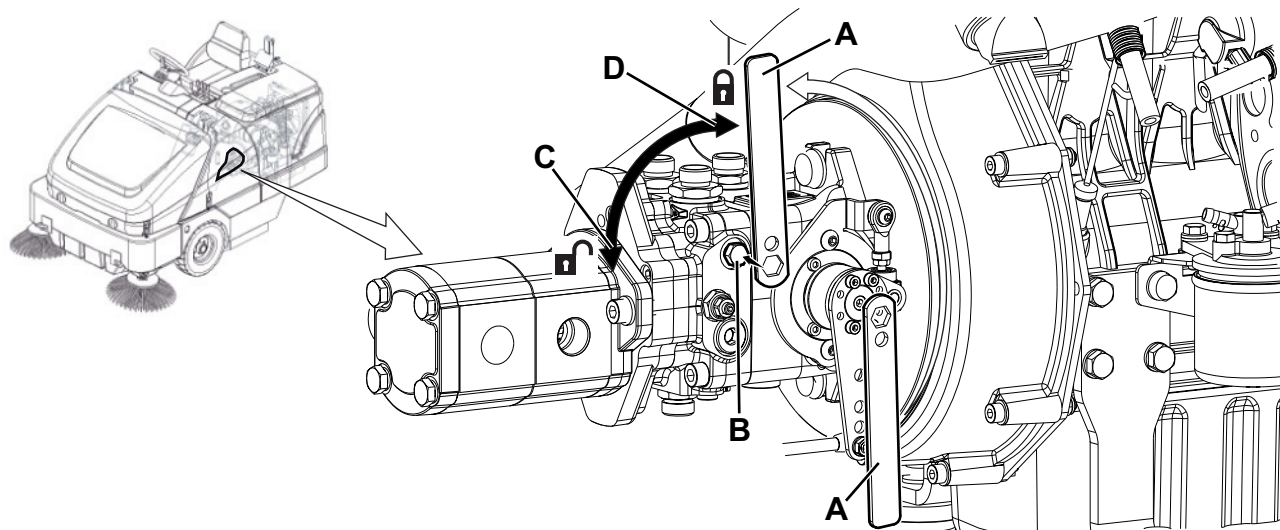

Abbildung 1
1. Um Zugang zur Entriegelungsschraube zu erhalten, Motorhaube (1) durch Betätigen der Entriegelungstaste (25) öffnen. Die Hydraulikpumpe (45) befindet sich an der Motorvorderseite (44).
2. Den mit der Pumpe gelieferten Schlüssel (A, Abb. 1) entfernen.
3. Mit dem Schlüssel (B) die Sechskantschraube um eine viertel Drehung im Gegensinn (C) drehen, um die hydrostatische Sperre zwischen Motor und Pumpe aufzulösen.